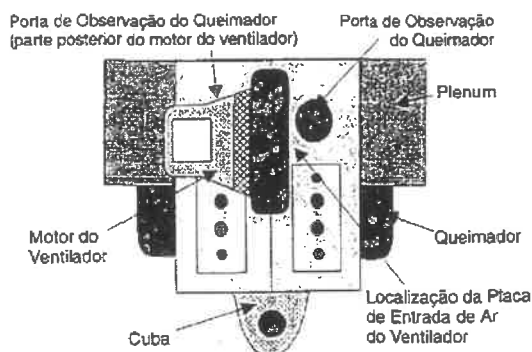

Figura 3
7. Após a fritadeira ser ligada e após 90 segundos de operação contínua, observe a chama do queimador através da porta de observação na fritadeira. A chama mais eficiente é laranja-avermelhada. Se observar uma chama azul ou se houverem pontos escuros na face do queimador, a mistura de ar/gás deverá ser ajustada. Isto é efectuado ao se ajustar a placa de entrada de ar (para as fritadeiras da Comunidade Económica Europeia, avance para o Passo 8). Veja a Figura 3.